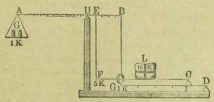

Fig. 2.
8. Die Dezimalwaage (Fig. 2) ist eine Verbindung von 2 einarmigen Hebeln (FC u. GD) und 1 ungleicharmigen (AB), welche so miteinander verbunden sind, daß an dem ungleicharmigen Hebel Kraft (Gewicht G) und Last (L) wirken. Der Gewichtszweig (AU) des ungleicharmigen Hebels (AE) ist 10mal so lang als der Lastarm (UE). (Welcher Vorteil ergibt sich daraus beim Wägen einer Last? Wie schwer ist z. B. die Last, wenn auf der Gewichtsschale (FC) 3,75 kg liegen müssen, um das Gleichgewicht herzustellen?)